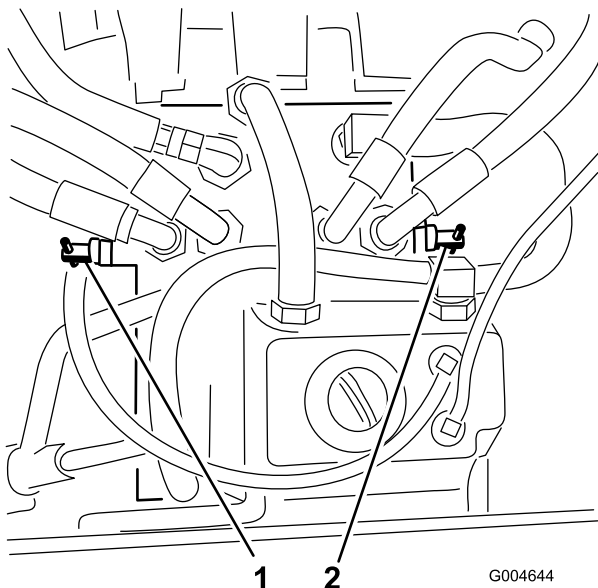

Figure 37
3. Tournez chaque vanne de dérivation d'un tour dans le sens anti-horaire (Figure 37).
Tournez chaque vanne de dérivation d'un tour dans le sens horaire et serrez-les à la main (couple de serrage de 8 Nm approx.) (Figure 37).